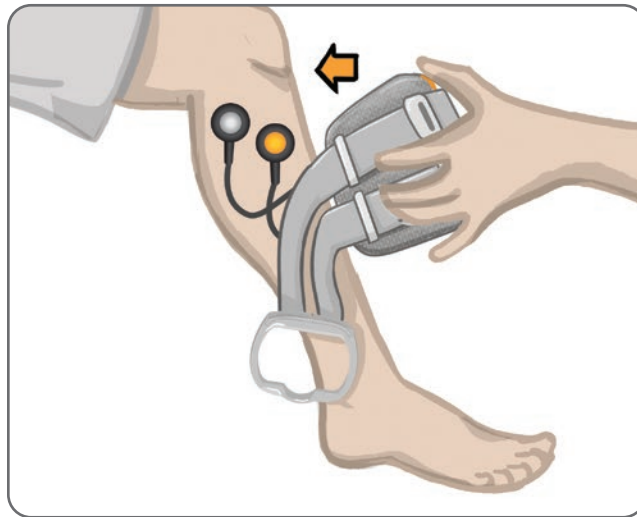

Ilustración 8-5: Colocación del localizador debajo de la rótula
6. Coloque el localizador de la banda de la parte inferior de la pierna debajo de la rótula, sobre la meseta tibial. Consulte la ilustración 8-5. Asegúrese de que la banda no toca las bases de los electrodos. El localizador debería quedar cómodamente ajustado bajo el polo inferior de la rótula.